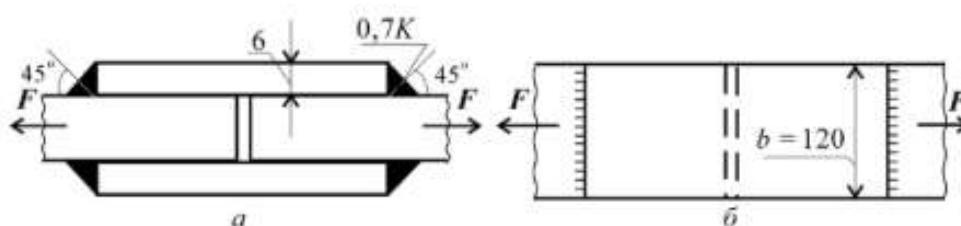

Рис. 11.4
1. Нагрузка передается последовательно через два шва слева, а далее — два шва справа (рис. 11.4). Разрушение угловых швов происходит по площадкам, расположенным под углом 45° к поверхности соединяемых листов.